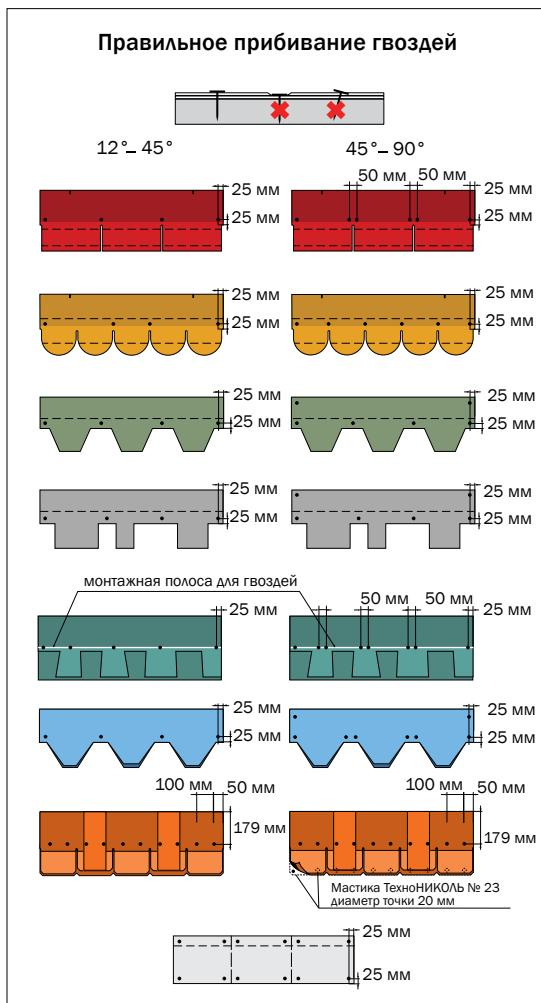

Рис. 12
Каждая рядовая черепица крепится к основанию кровли с помощью специальных оцинкованных гвоздей с широкими шляпками, количество которых зависит от угла наклона ската. Правильное пришивание специальных гвоздей – очень важный момент. Гвозди следует пришивать таким образом, чтобы шляпка находилась в одной плоскости с поверхностью ТехноНИКОЛЬ SHINGLAS, а не врезалась в нее (рис. 12).
**Внимание: В коллекциях КАНТРИ и ДЖАЗ гвоздь одновременно должен крепить место нахлеста двух составных частей черепицы. Для ориентира завод производитель наносит специальную монтажную линию на лицевую поверхность ламинированной черепицы (рис. 12). По месту монтажа следует убедиться, что данное условие выполняется. Под коллекцию КОНТИНЕНТ применять гвозди длиной 45 мм.**